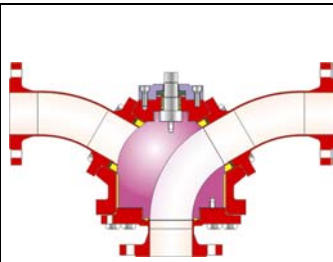
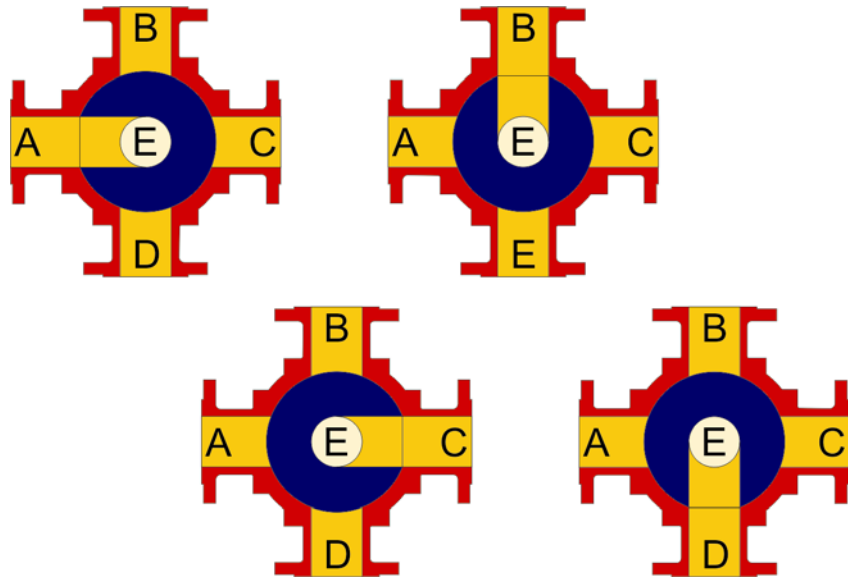

Bild 3
Bild 4
Hinweis	<p>Molchweichen werden – je nach Funktion – mit der passenden Kugel geliefert: Das Schemata für die 3-Wege Molchweiche BR29a (siehe Bild 1) sind in Bild 2 angegeben. Das Schemata für die 5/4-Wege Molchweiche BR29b (siehe Bild 3) sind in Bild 4 angegeben.</p>
- ⇒ Die gelieferte 5/4-Wege Molchweiche BR29b muss für den Rohrabschnitt funktionsgerecht sein: Die mit A, B, C, D und E gekennzeichneten Enden der Molchweiche müssen nach Bild 4 gemäß den vorgesehenen Schaltpositionen im Rohrsystem angeschlossen werden. Vor dem Einbau Funktion der Armatur überprüfen